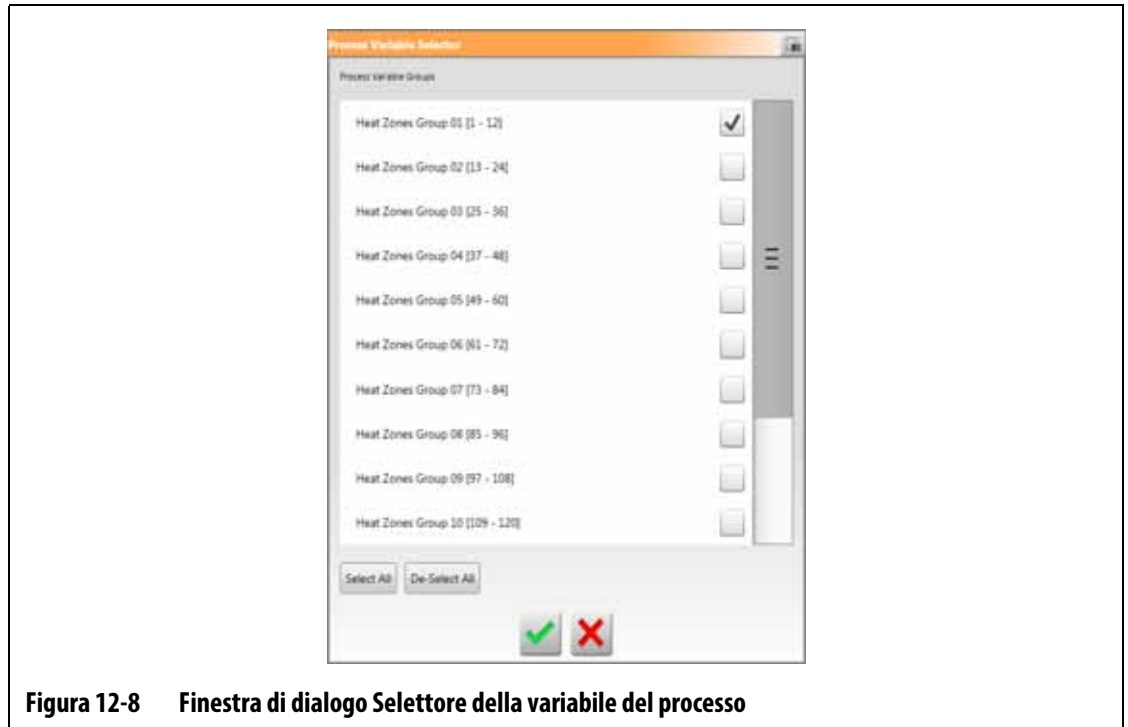

Figura 12-8 Finestra di dialogo Selettore della variabile del processo
1. Nella schermata Limiti di processo, premere il pulsante **Selettore variabili processo**. Si apre la finestra di dialogo Selettore della variabile del processo. Consultare la Figura 12-8.